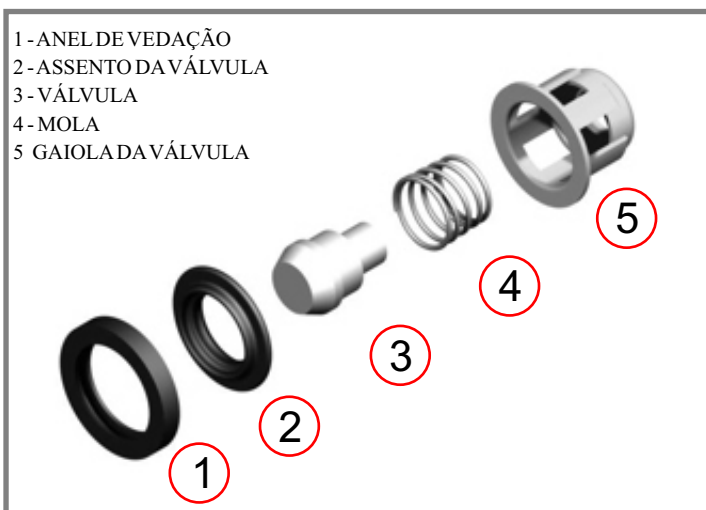

Fig. 51
**1** - Encaixe a mola (Fig. 51 item 4) dentro da válvula (Fig. 51 item 3).
**2** - Introduza o conjunto válvula/ mola dentro da “gaiola” (Fig. 51 item 5)
**3** - Colocar o assento da válvula (Fig. 51 item 2) sobre a parte da frente da gaiola . (Fig. 52)
**4** - Acoplar o anel de vedação (Fig. 51 item 1) “fechando” o conjunto. (Fig. 53)